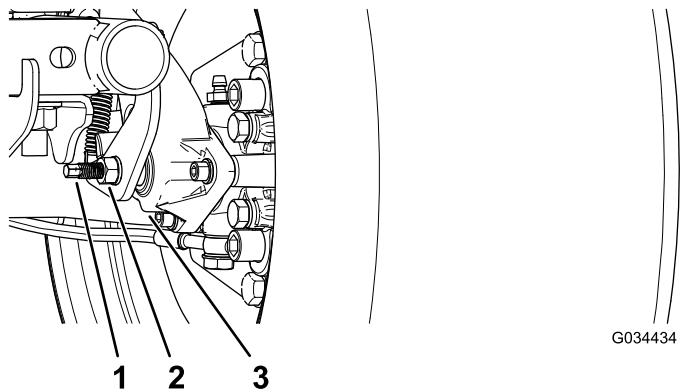

Figure 64
3. Utilisez 2 clés, une pour maintenir le tenon de réglage en place sur l'étrier et l'autre pour desserrer l'écrou de blocage de 1/4 de tour (Figure 64).
4. Tout en maintenant le tenon de réglage et l'écrou de blocage en place, tournez le tenon pour le serrer (Figure 64).
5. Tout en maintenant le tenon de réglage et l'écrou de blocage en place, tournez le tenon en arrière de 1/4 de tour (Figure 64).
6. Tout en maintenant le tenon de réglage et l'écrou de blocage en place, serrez l'écrou de blocage (Figure 64).